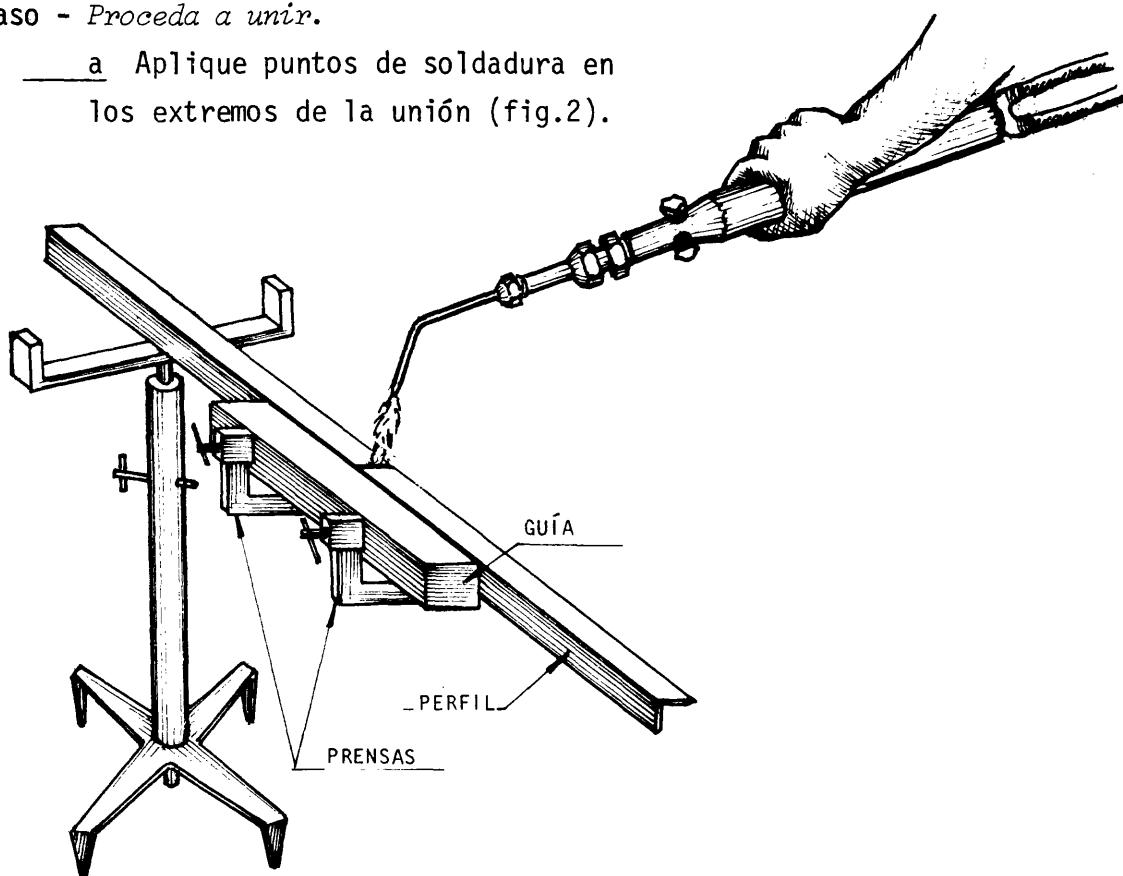

Fig. 2
- a Aplique puntos de soldadura en los extremos de la unión (fig.2).